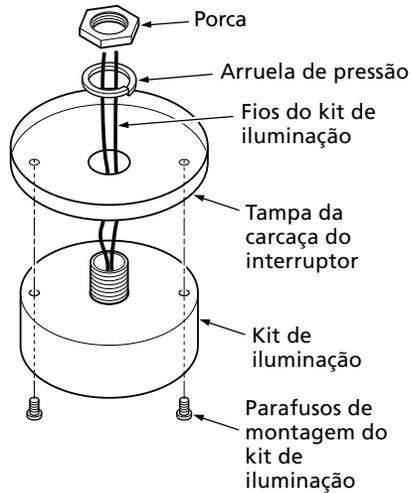

Figura 8g - Fixando o kit de iluminação com o niple do tubo central
2. **Tampa da carcaça do interruptor com furo central:** Alguns kits de iluminação estão providos de um niple rosqueado de tubo central. No caso destes kits, aparafuse o kit de iluminação na tampa da carcaça do interruptor ou no adaptador. Passe os fios que saem do kit de iluminação através da arruela de pressão e da porca fornecidas. Segure o kit de iluminação e aperte a porca na parte interna da tampa da carcaça do interruptor. Veja Figura 8g.